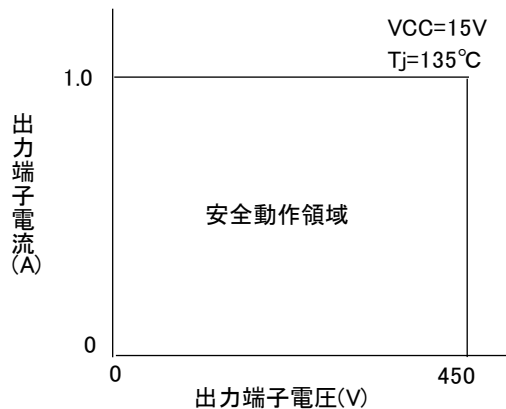

図4.1.1 安全動作領域
出力端子の電圧・電流は、図4.1.1の安全動作領域内で使用してください。
選定においては、 V_{ref1} のばらつき、 R_s のばらつきおよび、出力 IGBT が OFF するまでの遅延時間 (T_{ref1}) を考慮し、ご使用の条件に応じて図 4.1.1 の電流値以下としてください。